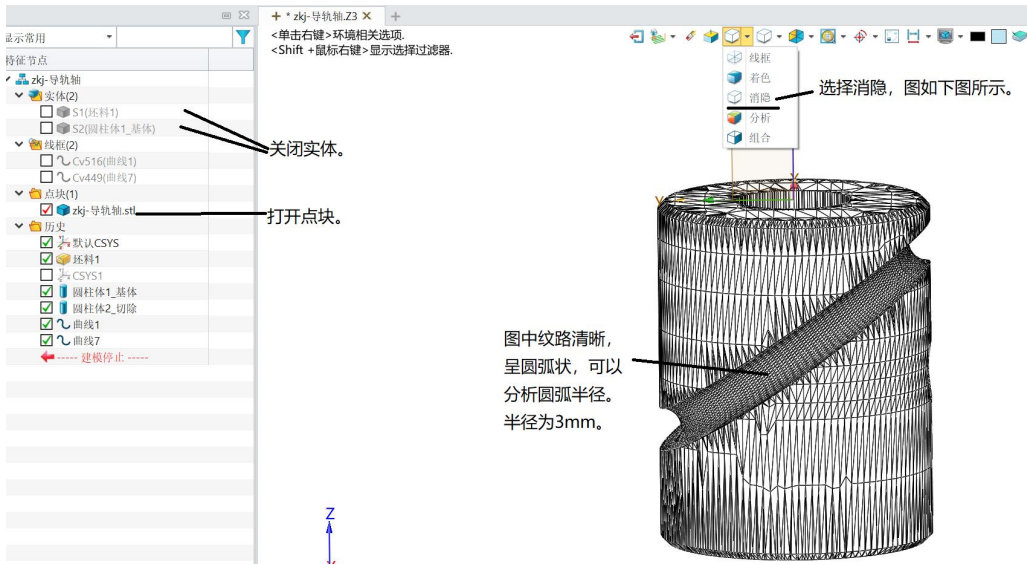

图 8-15 导轨轴消隐显示
(2) 截面线绘制。如图 8-15 所示，改变导轨轴显示状态。